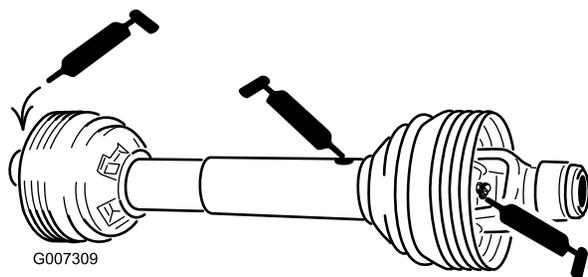

Figura 43
Veio da tomada de força (3) (Figura 43)